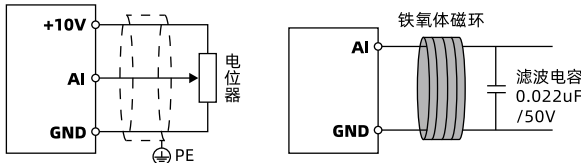

图 3-36 AI1 端子接线 (电压输入)
- 使用内部 10V 电源时, 接线与 AI1 相同, 见图 3-36。